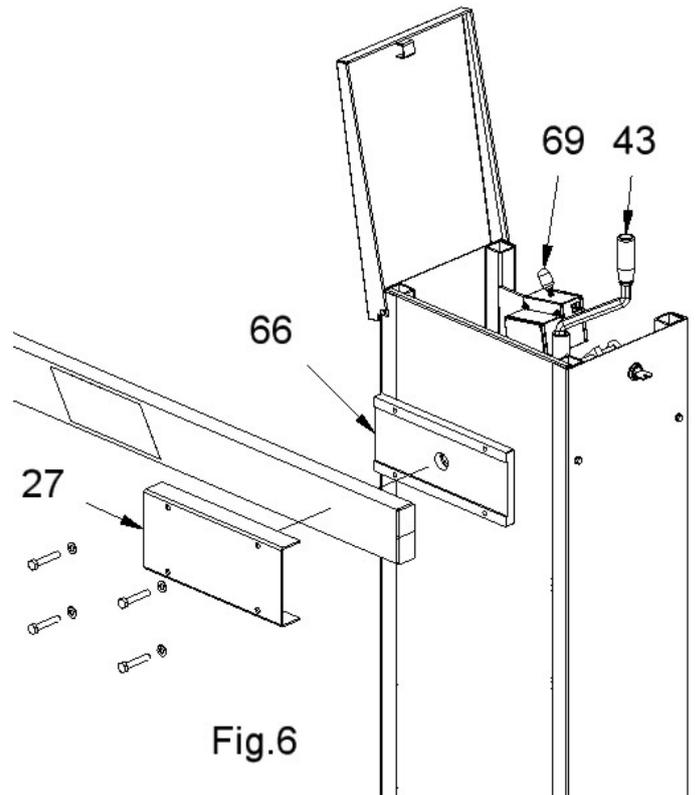
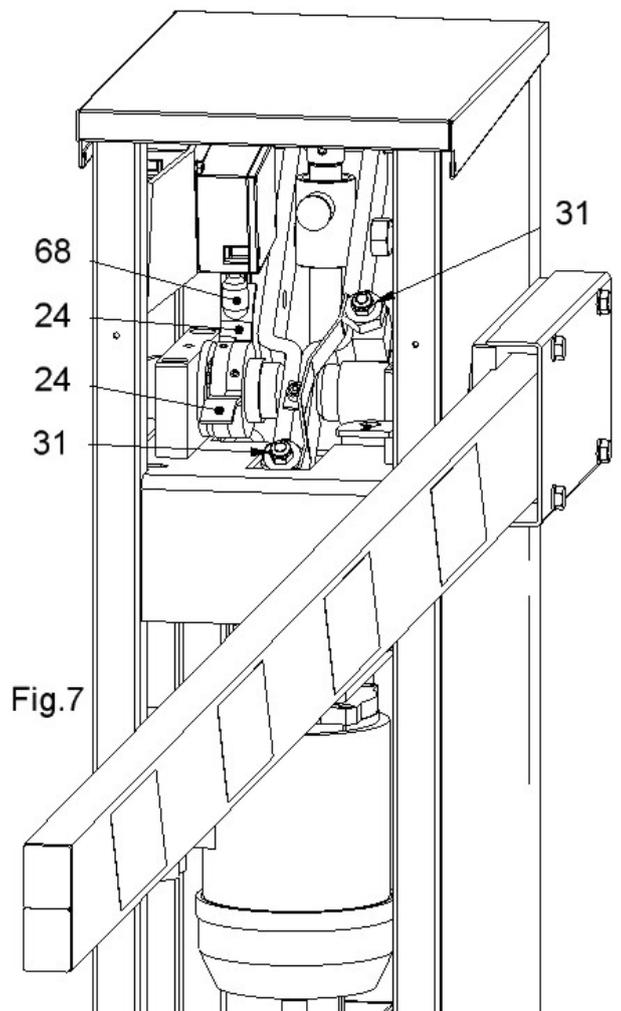
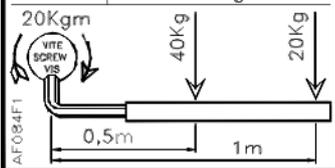

Fig.6
Fig.7
Fig.8
Bloccare l'asta sulla ganascia (pos.66) con il copri ganascia (pos.27) e le 4 viti M8 (fig.6).
Manovrare manualmente con la maniglia (pos.43) la salita e la discesa dell'asta e verificare l'esatto intervento sia del finecorsa elettrico di salita/discesa (pos.68 vedi fig.7) sia degli arresti meccanici (pos.31 vedi fig.7) già preregistrati.
**(GB)** Release the barrier manually with the handle (43) until the boom-clamp (66) comes to the horizontal position. Fasten the boom on the clamp with the supplied cover (27) and the M8 screws (fig.6). Manually operate the barrier up and down by the release handle and check that the pre-adjusted mechanical stops (31) grant the perfect horizontal and vertical alignment (fig. 7). Make sure that the electric limit-switch (68) is correctly activated both in opening and closing. Wire the main power, controls and accessories to the control panel (134). Make sure that all the electrical wirings comply with current UE regulations and national standards required. Provide the installation with a safety ground connection. For the electrical wirings, please refer to the dedicate instructions of the control panel.
**(F)** Déverrouillez manuellement la barrière avec la manivelle (43) jusqu'à ce que l'étau de la lisse (66) soit en position horizontale. Fixez la lisse à l'étau à l'aide de sa patte de couverture (27) et des vis M8 (fig.6). Manœuvrez manuellement la barrière dans les deux directions et vérifiez le fonctionnement correct soit des fins de course électriques (68) soit des fins de course mécaniques (31) pour un alignement parfait de lisse en ouverture ainsi que en fermeture (fig. 7).
**4.4)** **(I)** L'eventuale regolazione del finecorsa elettrico (pos.68) di salita/discesa si effettua agendo sulle 2 camme (pos.24) poste sull'albero di manovra che vanno ad intercettare il finecorsa nei 2 sensi di marcia. Il finecorsa elettrico di salita /discesa deve attivarsi un attimo prima che l'arresto meccanico (pos.31) intervenga (fig. 7).
**(GB)** In case any adjustment of the electrical limit-switches is needed, move the two cams (24) on the shaft accordingly. Set the electrical limit-switches (fig. 7) so that the boom stops just before reaching the mechanical stops (31).
**(F)** Pour régler éventuellement les fins de course électriques (68) agissez sur le deux cammes (24) positionnées sur l'arbre de manœuvre. Réglez les fins de course soit en ouverture soit en fermeture de manière que la lisse s'arrête juste avant le fin de course mécanique (31) (fig.7).
Smontare la ganascia porta asta (pos.66 fig.6) fissata all'albero di manovra e riposizionarla sul lato opposto dell'albero di manovra previo smontaggio del tappo in plastica di colore nero che andrà a chiudere il foro lasciato libero sul lato opposto. Attenzione il serraggio della vite a brugola che fissa la ganascia all'albero di manovra deve rispettare i valori riportati sulla targa adesiva presente sulla ganascia (vedi fig. 8).
Open the black cover and slide the front panel up. Reverse the plate with the control panel at 180° so that you can program the control panel from the opposite side. Slide the front panel down again and remove the black cap on it. Take the boom-clamp away from the back panel and fix it on the opposite side. Close the hole on the back panel with the black cap. When tightening the boom-clamp's screw on the main shaft pay attention to comply with the values written on the clamp's sticker (fig.8).
Ouvrez le capot noir et faites glisser le panneau frontal vers l'haut. Tournez à 180° la patte support de la carte de gestion au fin d'accéder à la programmation de la carte par l'autre côté. Baissez de nouveau le panneau et enlevez son bouchon noir. Décrochez l'étau de la lisse (66) du panneau derrière et fixez-le sur le panneau frontal. Couvrez le trou sur le panneau derrière avec le bouchon noir. En serrant la vis de fixation de l'étau à l'arbre de la barrière respectez les données indiquées sur le sticker (fig.8)